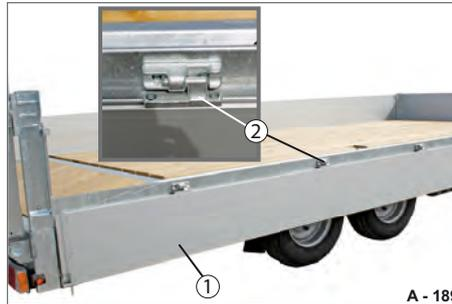

Abb. 121 Bordwand, einteilig abgeklappt
- ▶ Darauf achten, dass die Bordwand (Abb. 121/1) nicht aus den Bordwand-Scharnieren (Abb. 121/2) rutscht.